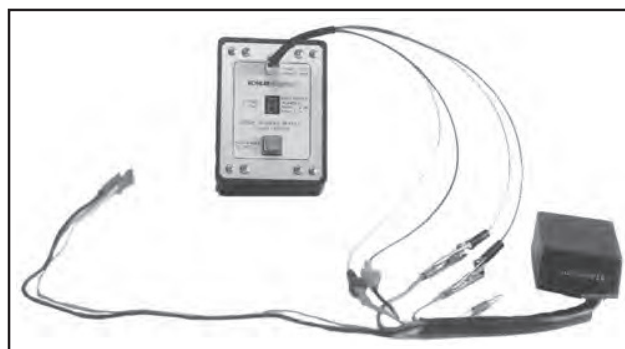

Abbildung 8-13.
3. Den gelben und den braunen Leiter des Prüfgeräts von den langen Leitern des Moduls trennen. Den braunen Leiter des Prüfgeräts an den kurzen braunen Modulleiter anschließen. Den gelben Leiter des Prüfgeräts an den kurzen gelben (oder rosafarbenen) Modulleiter anschließen. Siehe Abbildung 8-13. Den roten